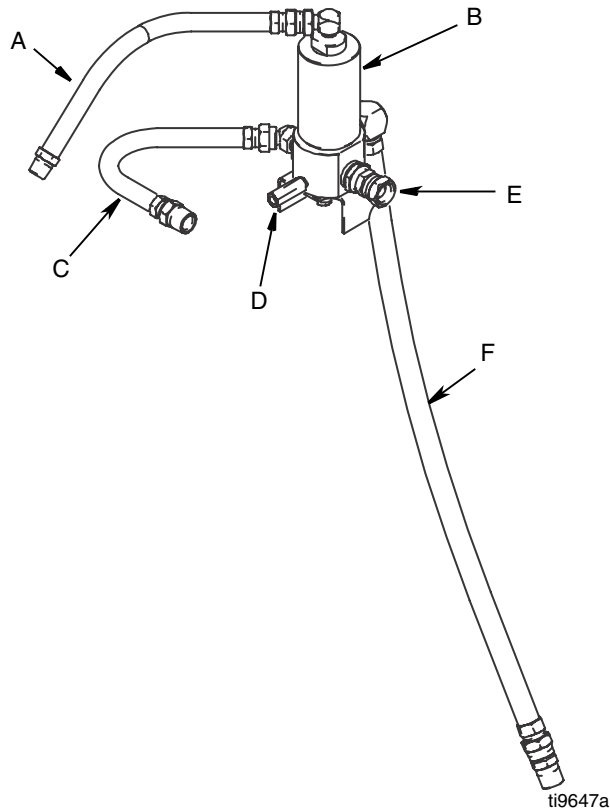
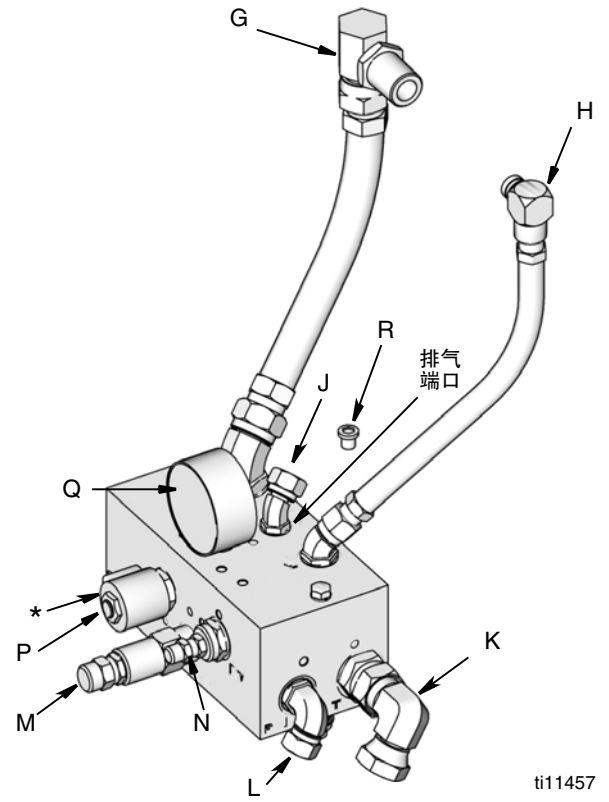

图 5
图 6
2. 卸下排气阀液压控制器（J）接头并用插塞（R）代替（图 6，第 9 页）。
（除非另有说明，否则参见图 5 和图 6，第 9 页）
(除非另有说明，否则参见图 5 和图 6，第 9 页)